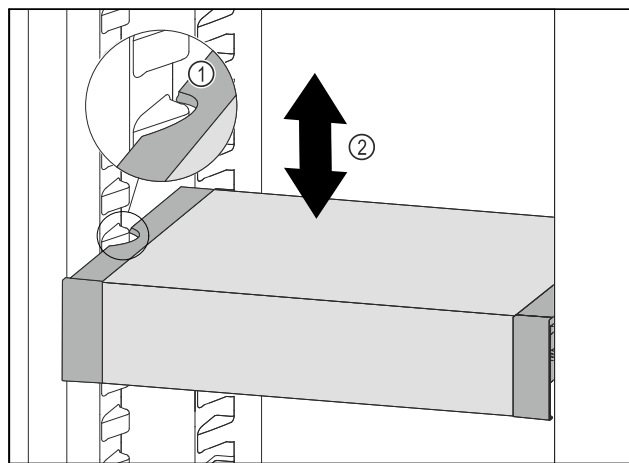

Fig. 87
- Изтеглете VarioSafe напред, докато страничните прорези на VarioSafe се намират на височината на реброто на съда в хладилната част. Fig. 87 (1)
- Преместете VarioSafe нагоре или надолу в хладилната част, докато се достигне желаната височина. Fig. 87 (2)